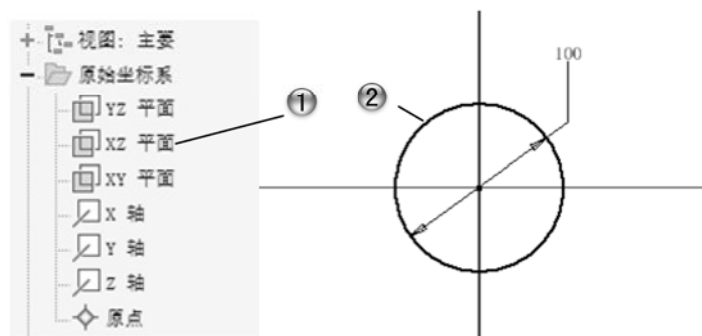

图 1-33 绘制圆形草图
① 选择 XZ 平面, 绘制二维图形。
② 单击【草图】选项卡【创建】面板中的【圆】按钮, 绘制直径为 100 的圆形, 如图 1-33 所示。